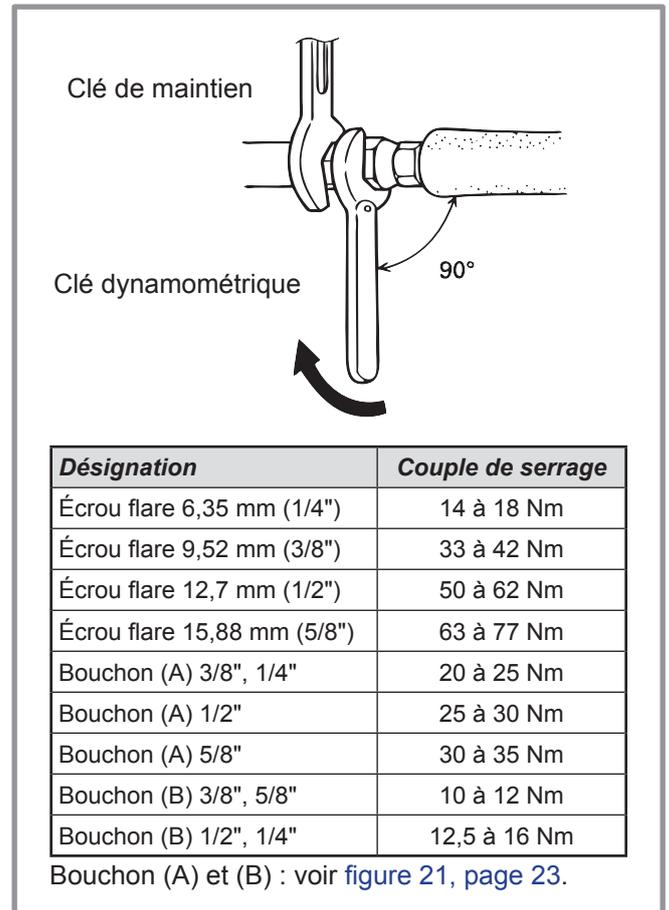

figure 20 - Couples de serrage
- Respecter les couples de serrage indiqués (voir figure 20).
- Retirer les bouchons d'accès (A) aux commandes des vannes.
- Remonter les 2 bouchons d'origine (en s'assurant de leur propreté) et les serrer avec le couple de serrage indiqué au tableau figure 20, page 21. L'étanchéité dans les bouchons est réalisée uniquement métal sur métal.